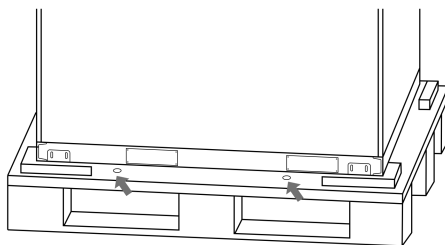

Abbildung 5
4. Lösen und entfernen Sie vier Schrauben. Jetzt ist es bereit zum Heben und Transportieren. Siehe Abbildung 5.